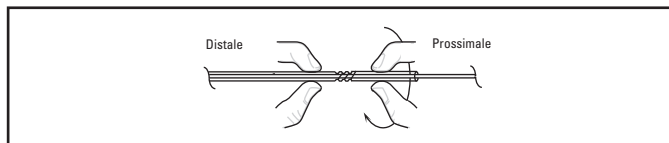

Figura 3. Bloccare tramite rotazione in senso orario
5. Bloccare il meccanismo Twist-Lock tramite rotazione in senso orario (vedere Figura 3) e inserire l'estremità distale conica della guaina introduttrice attraverso la RHV e nel mozzo del microcatetere per infusione a due punte fino a quando la guaina non è posizionata in modo saldo. Una leggera flessione della guaina introduttrice indica che è stata posizionata correttamente. Serrare la RHV intorno alla guaina introduttrice per impedire il riflusso del sangue, ma non tanto da danneggiare la spirale durante la sua introduzione nel catetere.